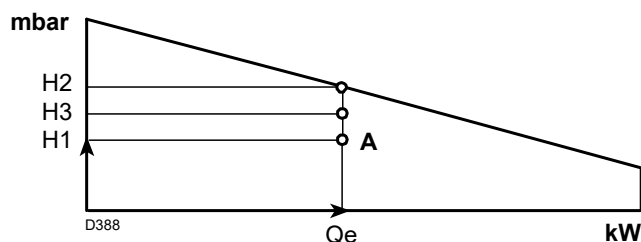

Abb. 3
- 4 Ziehen Sie eine senkrechte Linie vom **Punkt A** (Abb. 3) und suchen Sie den Höchstdruck "**H2**" des Regelbereichs.
- Ist "**H3**" größer als "**H1**" (Abb. 3), kann der Brenner die geforderte Leistung abgeben.